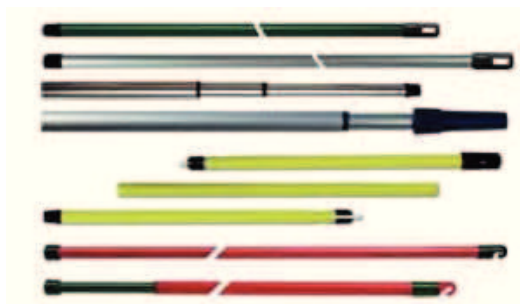

Fig. 1
3. Compatibilmente con l'esigenza di non assumere posture faticose per le spalle/braccia e dannose per la colonna vertebrale (in particolare per le vertebre cervicali), la pulizia dovrà preferibilmente essere eseguita con attrezzi i cui manici risultino avere una lunghezza minima adeguata ed estensibile in base all'esigenza del lavoratore (Fig.1).